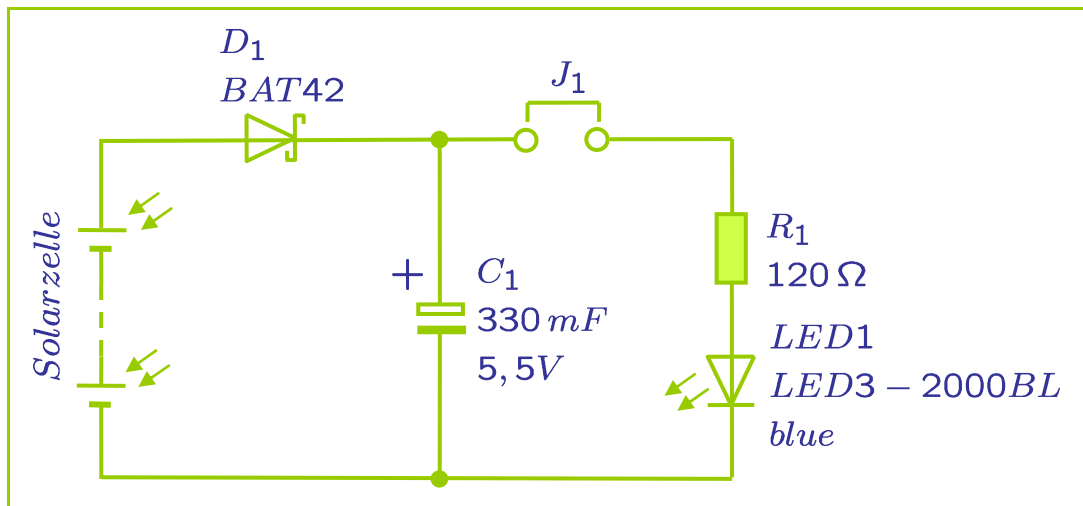
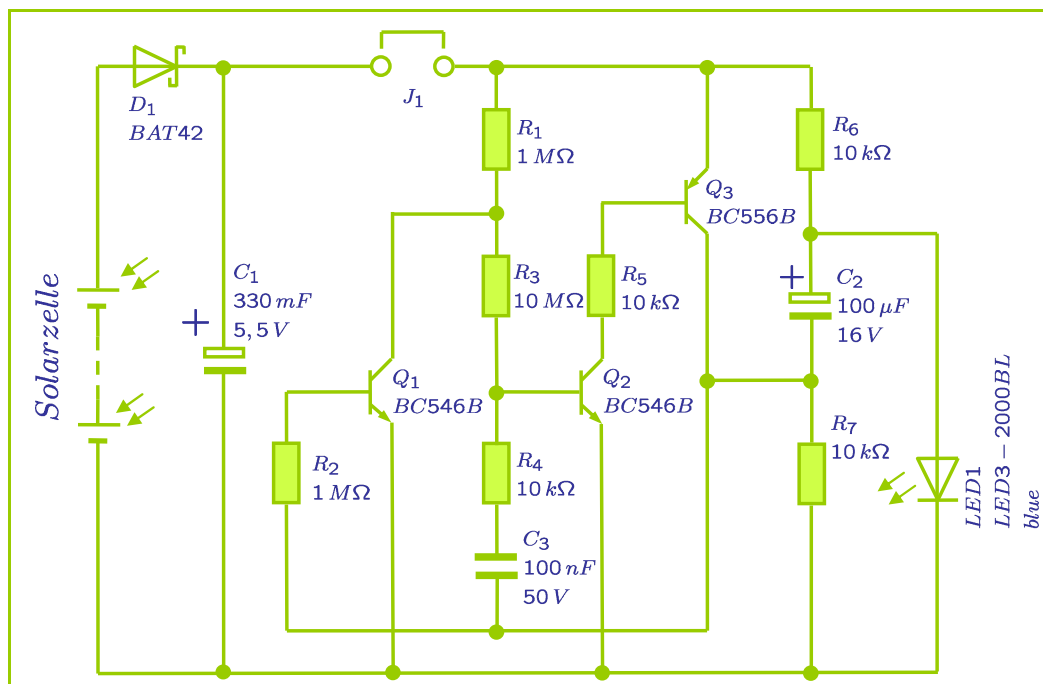

Abbildung 4 Schaltbild
Abbildung 6 Energieeffiziente Schaltung (Quelle: <http://www.b-kainka.de/bastel59.htm>)
Bei der Messung in Aufgabe 2.3.4 (Abbildung 6) hat der Mikrocontroller nur alle 60 Minuten einen neuen Messwert aufgezeichnet. Für die Nachführung der Solarzelle ist eine genauere Datenreihe erforderlich, die durch das Verändern des Modus vom Mikrocontroller generiert werden kann. Versetzt den Mikrocontroller nun erneut in den 12h-Modus, stellt jedoch diesmal die Messwerteanzahl auf 240. Dazu öffnet ihr die Drahtbrücke J1 und schließt die Brücke J2. Nun zeichnet der Controller über einen Zeitraum von 12 Stunden 240 Messwerte auf.
2. Die mitgelieferte blaue LED hat eine Flussspannung von 3,3V. Wenn der mitgelieferte Doppelschichtkondensator (0,33F) in der Schaltung (Abbildung 4) auf 4,5V aufgeladen ist, wie groß ist der Strom durch die Diode bei einem Vorwiderstand von 120 Ohm? Wie viel Energie nimmt die Schaltung auf? Wie lange leuchtet die LED bei vollgeladenem Kondensator?
3. Baut nun die Schaltung gemäß Abbildung 4 auf. Ladet den Kondensator mittels der Solarzelle und einer Lampe auf (um den Ladevorgang zu beschleunigen). Schließt die Brücke J_1 und stoppt die Zeit bis die LED nicht mehr leuchtet. Wodurch entsteht der Unterschied zur Berechnung in Frage 4.3.2?
Die dauerhaft leuchtende LED hat den Tastgrad $D=1$. Soll die LED nun zur Beleuchtung eingesetzt werden (z. B. als ein Teil einer Straßenlaterne), so muss diese nur nachts leuchten. Hier beträgt der Tastgrad 0,5, wenn von einem 12-Stunden-Tag und einer 12-Stunden-Nacht ausgegangen wird. Für den gleichen gewünschten Effekt (hier: Beleuchtung der Straße) muss weniger Leistung aufgebracht werden bzw. bei gleichem Leistungsverbrauch kann die Schaltung länger betrieben werden. Eine Schaltung, die die Manipulation des Tastgrades ermöglicht und im Folgenden untersucht wird, könnt ihr Abbildung 6 entnehmen. Sie besteht aus einem Multivibrator (astabile Kippstufe) und einer Ladungspumpe.
5. Baut die Schaltung gemäß Abbildung 6 auf. Verbindet den Doppelschichtkondensator, den ihr für die Beantwortung der Frage 4.3.3 verwendet habt, mit der Schaltung. Ladet den Kondensator jedoch nicht nach! Warum blinkt die LED, obwohl bei gleicher Ladung in der vorherigen Schaltung (Abbildung 4) die LED nicht mehr geleuchtet hat?